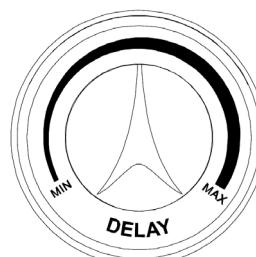

Рис. 4
7.6 Регулятор времени возврата (рис.4). Время возврата обозначает время возвращения светофильтра из тёмного состояния в прозрачное состояние в соответствии с токами сварки и интенсивностью остального света.